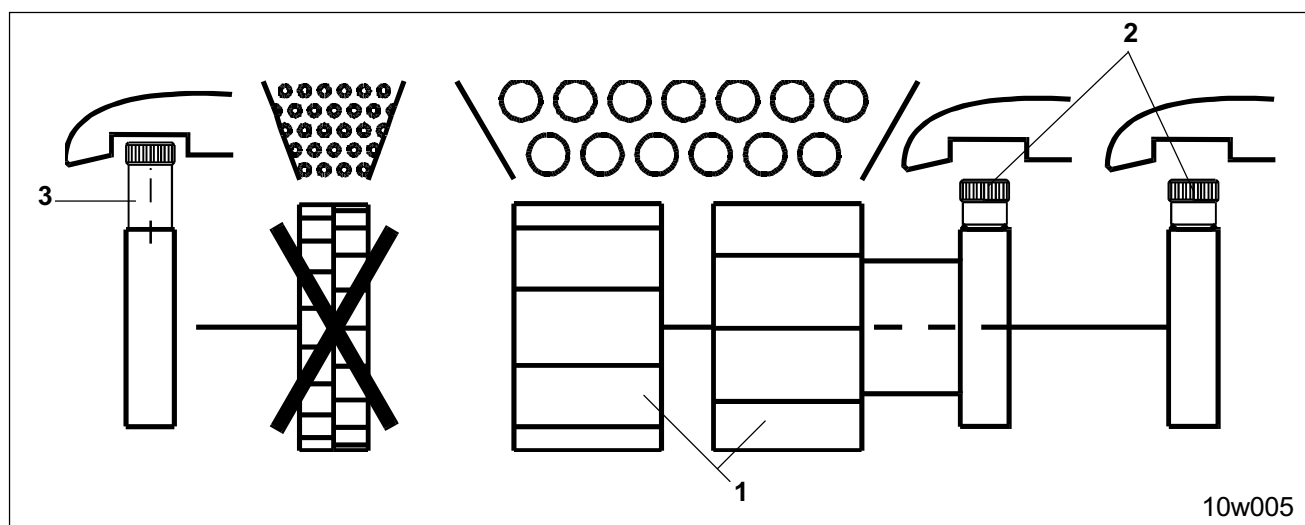

Fig. 11.5
Для высева обеими основными высевающими катушками (Рис. 11.5/1)
- Завинтите винты с накатанной головкой (Рис. 11.5/2) основных высевающих катушек.
- Выкрутите винт с накатанной головкой (Рис. 11.5/3) высевающей катушки для мелкосемянных культур.